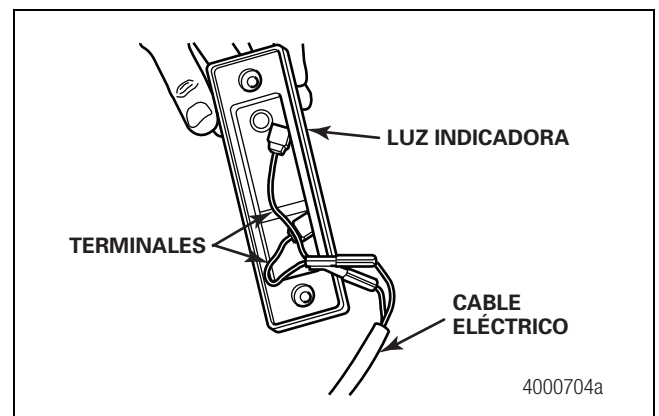

Figura 2.66
- Conecte la luz de advertencia al arnés de cableado. El arnés de cableado estándar se embarca como conjunto individual, el cual consta de un cable negro y blanco con terminales de horquilla en un extremo, que se conectan a la caja de control, y terminales tipo bala, que se conectan a la luz indicadora. Figura 2.66.